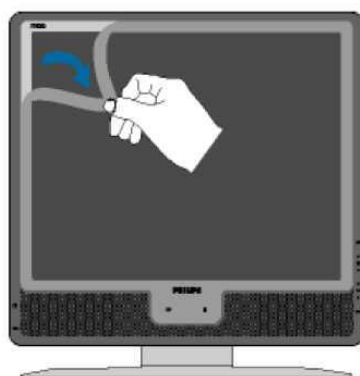

Рисунок 2.2 – Зняття захисної плівки
1. Зніміть спеціальну захисну плівку, яка захищає екран вашого нового монітора Philips під час транспортування (рисунок 2.2). Перед використанням монітора слід легко потягнути за краї плівки та зняти її з екрана.